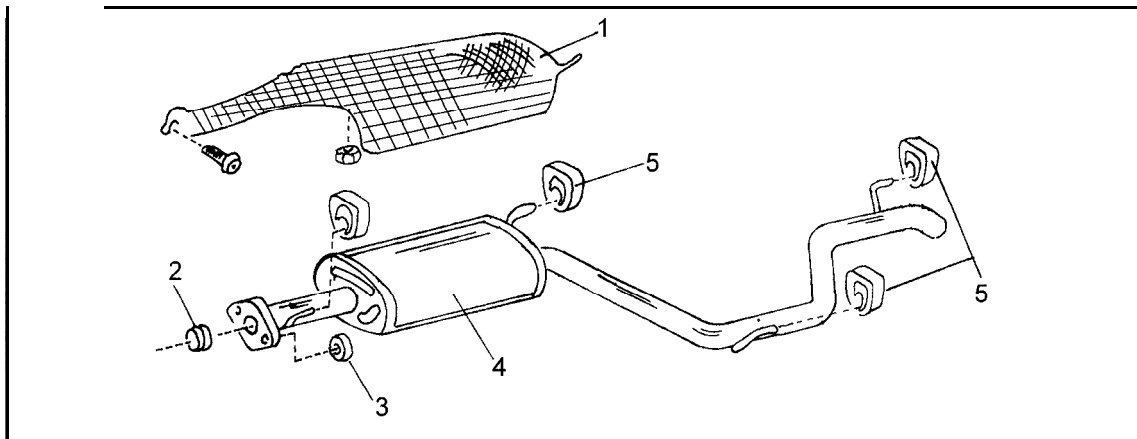

Bild 353
Dieses ist bei allen Fahrzeugen eingebaut. Um an die Abdeckung heranzukommen, muss der hintere Abschnitt der Auspuffanlage entsprechend Bild 353 ausgebaut werden. Der Flansch des hinteren Schalldämpfers (4) wird vom vorderen Auspuffrohr oder vom Katalysator abgeschraubt. Danach den Schalldämpfer nach hinten aus den Gummiaufhängungsschlaufen herausziehen. Nach Ausbau des Schalldämpfers das Wärmeschutzschild (1) abschrauben.